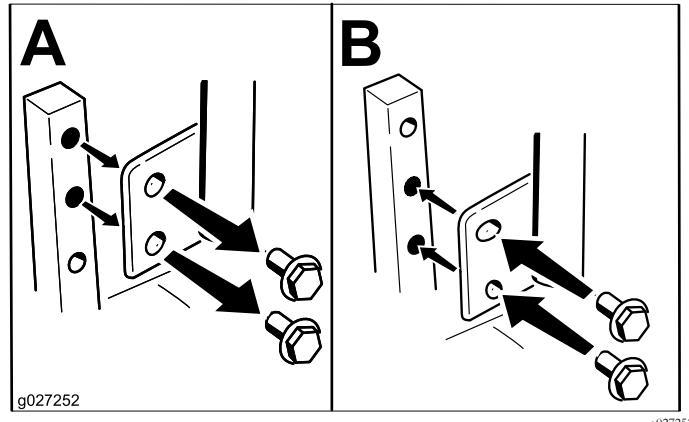

Figure 12
Vous pouvez ajuster la hauteur des leviers de commande de déplacement en fonction de votre taille (Figure 12).
- Desserrez le boulon inférieur jusqu'à ce qu'il soit possible de faire pivoter le levier de commande en avant ou en arrière (Figure 12).